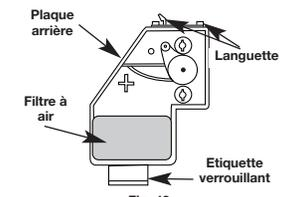

Fig. 43
6. Remplacez le filtre (Fig. 43).
7. Réinstallez la couverture du filtre à air. Placez les fentes au dessus de la couverture du filtre à air sur les languettes au dessus de la plaque arrière (Fig. 43).